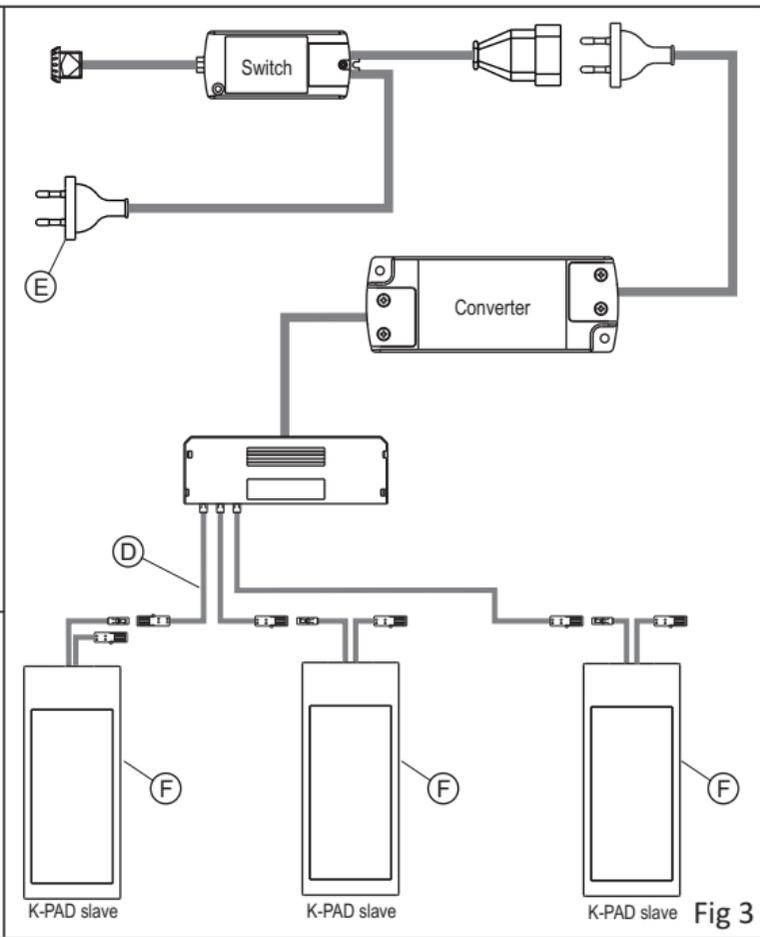
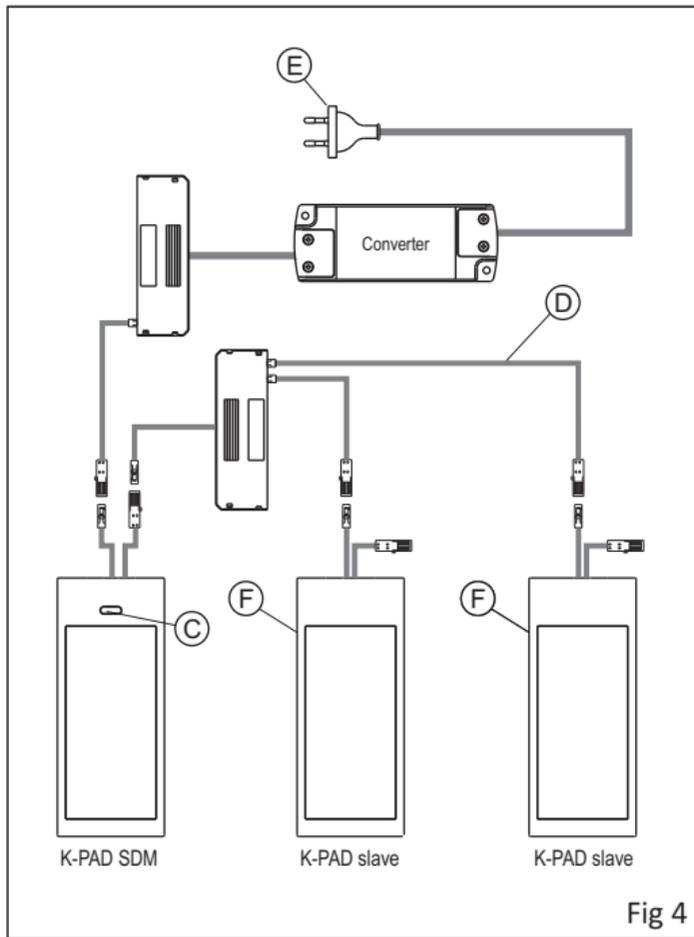

Fig 3
Fig 4
- **SLAVE: (fig.3)** (senza interruttore)
- **SDM: (fig.4)** (IR SENSOR con funzione master)
- Collegare la spina (E) dell'alimentatore ad una presa di corrente alternata (230V 50/60Hz) (fig.3,4,5).
L'uscita (output cable) del **K-PAD SDM** può pilotare un carico di max. 60W @ 24Vdc incluso l'assorbimento dell'apparecchio (fig.4).
- **SLAVE: (fig.3)** (without switch)
- **SDM: (fig.4)** (IR SENSOR master)
- Connect the feeder plug (E) to an AC outlet (230V 50/60Hz) (fig. 3,4,5).
The output cable of **K-PAD SDM** can handle a load of max. 60W @ 24VDC included the absorption of the device figure 4.
The **K-PAD SLAVE (F)** is a switch-free spotlight, then it must be turned on via a remote switch that can be placed on the **K-PAD SDM** (wired in the MASTER version) as shown in figure 4 or it can be assigned to a separate switch connected to the primary of the converter as shown in figure 3, or to a remote socket where to connect the converter.
- **SLAVE:** (Abb.3) (ohne Schalter)
- **SDM:** (Abb.4) (IR SENSOR Master)
- Den Stecker (E) des Konverter an einer Wechselstrom-Steckdose anschließen (230V 50/60Hz) (Abb. 3,4,5).
Der Ausgang (output cable) des **K-PAD SDM** kann eine maximale Last von 60W@24Vdc einschließlich der Stromaufnahme steuern (abb.4).
Der **K-PAD** (F) ist ein Strahler ohne Schalter, daher muss das Einschalten über einen Extraschalter erfolgen, der sich am **K-PAD SDM** (mit Verkabelung der Ausführung MASTER) wie in Abbildung 4 gezeigt befinden kann, oder über einen eigenen Schalter, der an die Primärspannung des Konverters angeschlossen wird, wie in Abbildung 3 gezeigt, oder über eine gesteuerte Steckdose, an die der Konverter angeschlossen wird.
- **SLAVE: (fig.3)** (sans interrupteur)
- **TLDM: (fig.4)** (touch-led dimmer master)